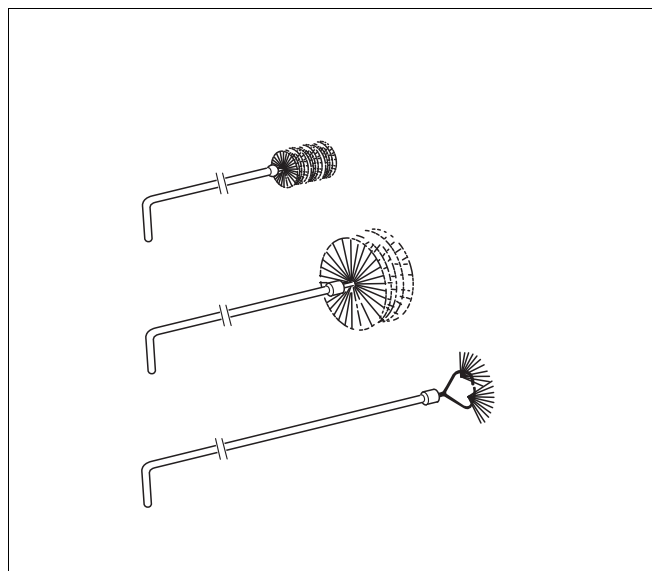
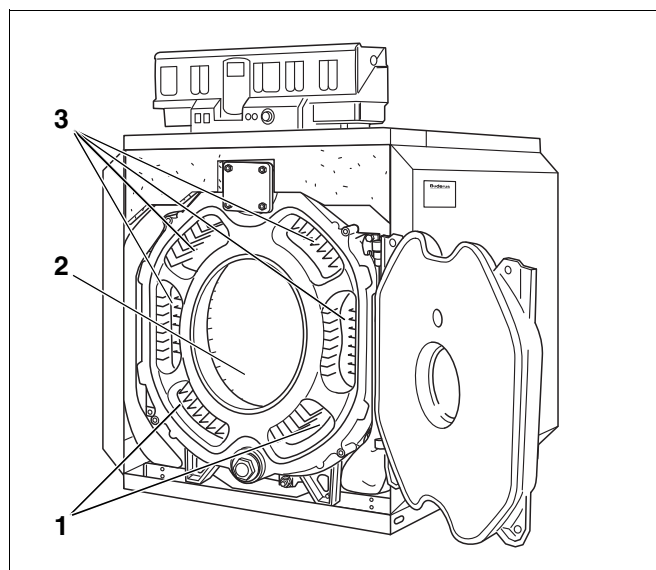

Рис. 53 Щетки для чистки
Рис. 54 Чистка дымовых каналов
- Используйте щетки для чистки. Фирма **Buderus** предлагает различные типы щеток, показанные на рис. 53 (дополнительная комплектация).
- Газоотводящие каналы (рис. 54, поз. 1 и 3) следует прочищать щетками 1 и 2 (рис. 53) спереди назад.
- Остальные поверхности топочной камеры (рис. 54, поз. 2) чистят щеткой 2.
- Нижние каналы дымовых газов чистят спереди щеткой 2 (рис. 54, поз. 1).